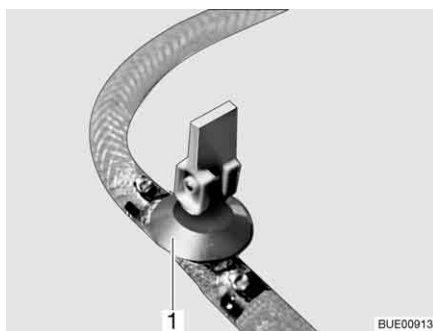

Bild 168 Avtappningskran (med vipparm)
- Öppna alla avtappningskranar. Ställ sedan vipparmen på avtappningskranen (Bild 168, 1) i vertikalt läge.